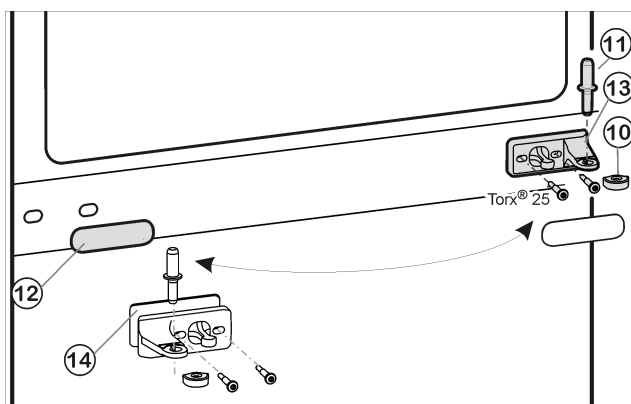
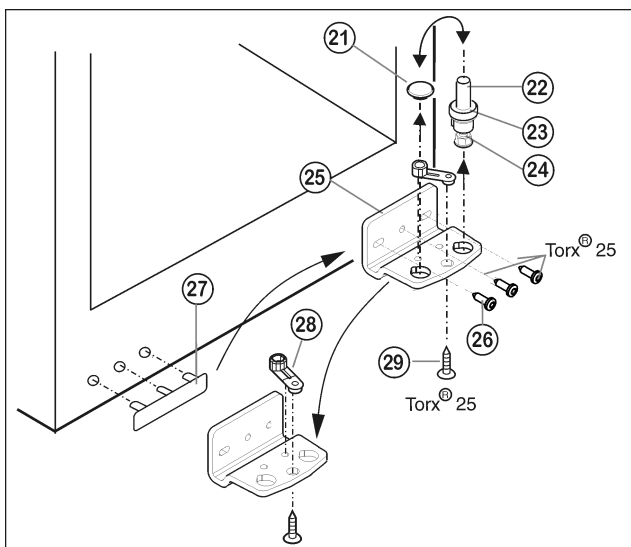

Fig. 8
Fig. 9
- ▶ Retirer le pivot central *Fig. 8 (11)* de sa charnière et de la porte inférieure.
- ▶ Retirer le capuchon en plastique *Fig. 8 (10)*.
- ▶ Dévisser le support d'appui du milieu *Fig. 8 (13)* (2 Torx® 25).
- ▶ Retirer avec précaution le panneau-cache *Fig. 8 (12)*.
- ▶ Visser le support d'appui du milieu *Fig. 8 (13)* avec le support pivoté *Fig. 8 (14)* de 180° sur le nouveau côté charnière (avec 4 Nm).
- ▶ Encliqueter de nouveau le panneau-cache *Fig. 8 (12)* tourné de 180° sur le nouveau côté poignée.
- ▶ Dévisser le pivot *Fig. 9 (22)* complètement avec le disque *Fig. 9 (23)* et le pied réglable *Fig. 9 (24)* vers le haut.
- ▶ Enlever le bouchon *Fig. 9 (21)*.
- ▶ Dévisser *Fig. 9 (26)* le support d'appui *Fig. 9 (25)*.
- ▶ Dévisser l'élément pivotant *Fig. 9 (28)* et le permuter dans le trou opposé du support d'appui.
- ▶ Soulever le cache côté poignée *Fig. 9 (27)* avec précaution et le positionner sur le côté opposé.
- ▶ Revisser à fond le support d'appui *Fig. 9 (25)* sur le nouveau côté charnière en utilisant une visseuse sans fil si nécessaire, avec un couple de serrage de 4 Nm.
- ▶ Replacer le bouchon *Fig. 9 (21)* dans l'autre trou.
- ▶ Replacer le pivot *Fig. 9 (22)* complètement avec le disque et le pied réglable. Faire attention à ce que les ergots d'encliquetage soient tournés vers l'arrière.
- ▶ Placer la porte supérieure par le haut sur le pivot inférieur *Fig. 9 (22)*.
- ▶ Remettre le capuchon en plastique *Fig. 8 (10)* sur le support d'appui central *Fig. 8 (13)*.
- ▶ Placer le pivot du milieu *Fig. 8 (11)* sur le nouveau côté charnière à travers le support d'appui central *Fig. 8 (13)* dans la porte inférieure.
- ▶ Placer la porte supérieure sur le pivot du milieu *Fig. 8 (11)*.
- Aligner éventuellement les portes à la carrosserie grâce aux deux trous longitudinaux dans le support d'appui inférieur *Fig. 9 (25)* et le support d'appui central *Fig. 8 (13)*. Pour cela, dévisser la vis centrale du support d'appui inférieur *Fig. 9 (25)*.